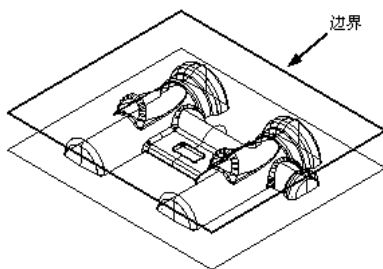

图 3-112 创建的边界 1
2) 单击“边界”对话框的“接受”按钮即可完成边界创建。在“查看”工具栏上单击“普通阴影”按钮和“毛坯”按钮, 隐藏毛坯后边界结果如图 3-112 所示。